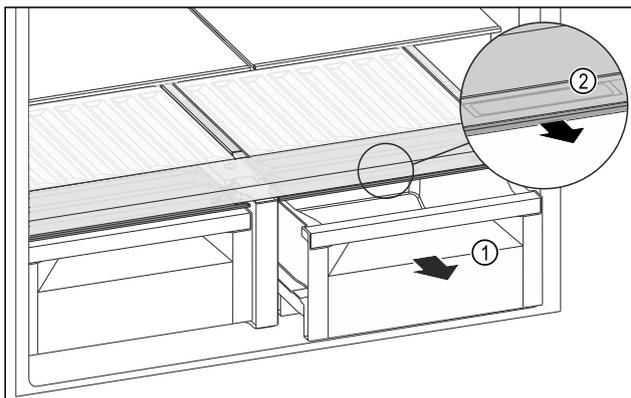

Fig. 129
- ▶ Retirer le tiroir Fig. 129 (1).
- ▶ Saisir la poignée encastree Fig. 129 (2) du couvercle du compartiment et tirer le couvercle du compartiment par l'avant.